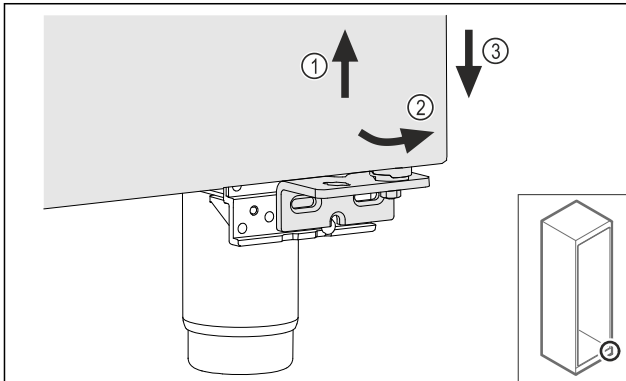

Fig. 20
- Tür leicht anheben Fig. 20 (1), unten nach vorne kippen Fig. 20 (2) und absenken Fig. 20 (3).